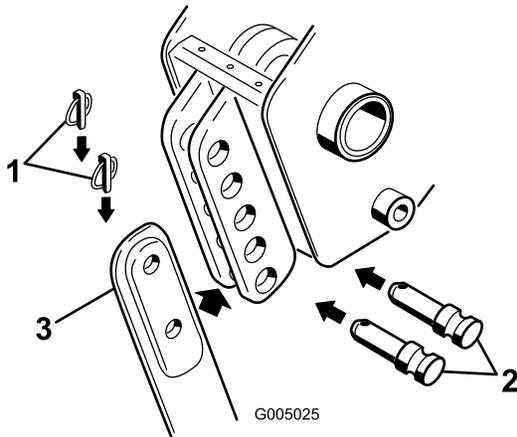

Figura 5
**Nota:** Per rimuovere completamente la lama, rimuovete l'acciarino e il perno con testa superiori e inferiori; fate riferimento alla Figura 5.
4. Rimuovete i 2 acciarini dai perni con testa nella staffa della lama, quindi rimuovete i perni con testa (Figura 5) e la lama esistente (se installata).
5. Fate scorrere la nuova lama nella staffa della lama e fissatela alla profondità desiderata (una modifica nei fori di montaggio cambia la profondità di 7,6 cm) utilizzando i perni con testa e gli acciarini rimossi in precedenza (Figura 5).
- Nota:** Per rimuovere completamente la lama, rimuovete l'acciarino e il perno con testa superiori e inferiori; fate riferimento alla Figura 5.